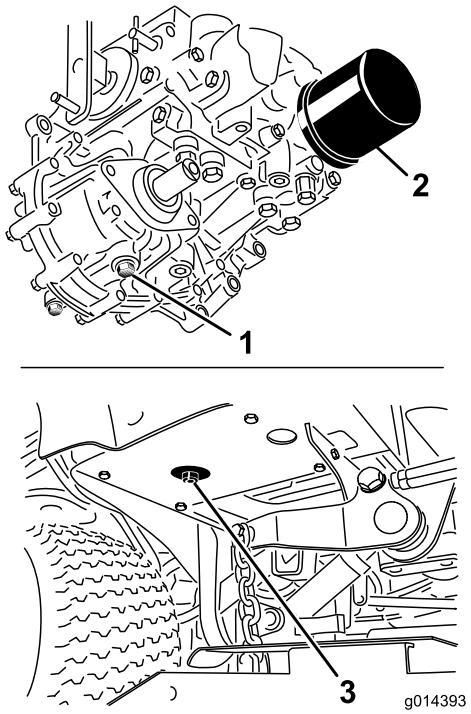

Рисунок 50
3. Поместите под гидравлический бак и корпус трансмиссии большой поддон и удалите пробки; слейте всю гидравлическую жидкость (Рисунок 50).
4. Очистите область вокруг фильтра гидравлического масла и снимите фильтр (Рисунок 50).